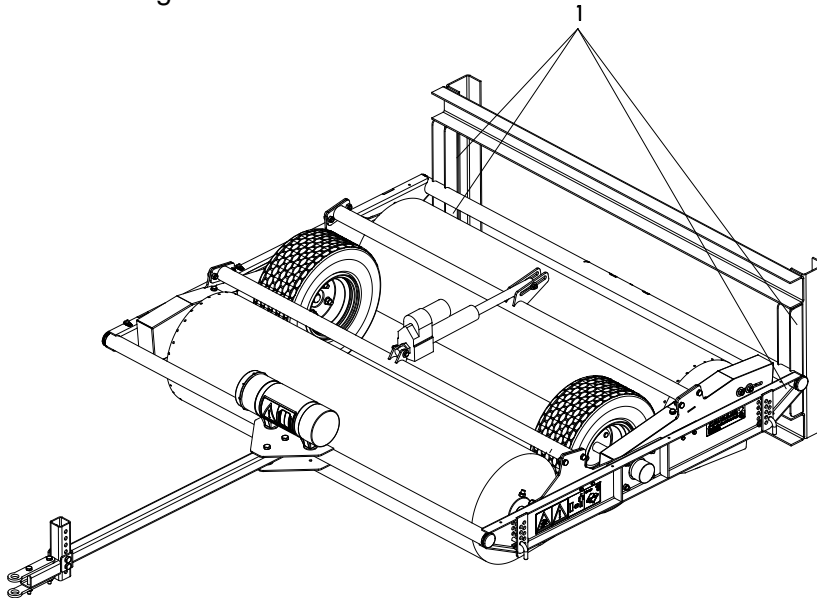

Abb. 7
6. Entfernen Sie die Palette, indem Sie die vier Schrauben (1) (Abb. 7) lösen und anschließend die Palette wegziehen.